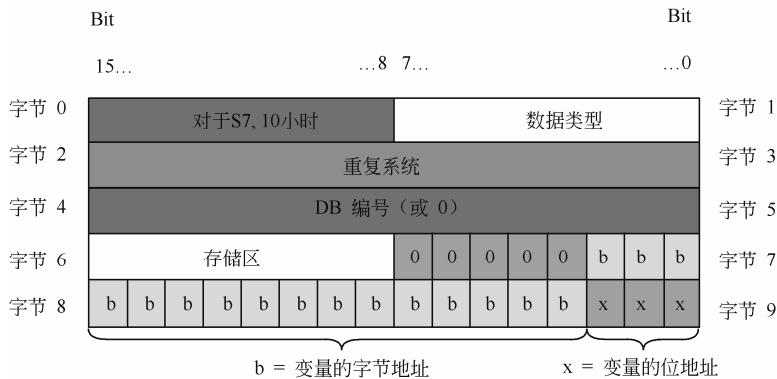

图 4-7 Any 指针的结构
② Any Any 类型的参数指向数据区的起始位置, 并指定其长度。Any 指针使用存储器中的 10 个字节, 可能包含的信息有: 数据类型、重复系数、DB 编号、存储区、数据的起始地址 (格式为 “字节.位”) 和零指针。如图 4-7 显示了 Any 指针的结构。